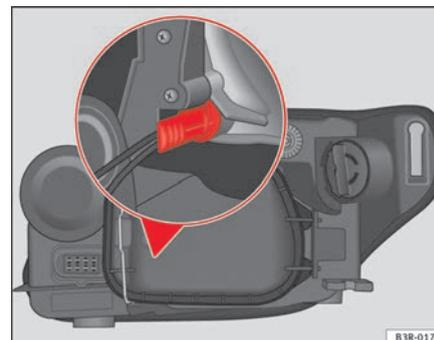

Fig. 198 Feux de position. Base du support d'ampoule en position verticale
- Introduisez l'ampoule dans la douille, en vous assurant que la base du support de l'ampoule soit contre la paroi en position verticale ⇒ page 271, fig. 198 et appuie sur celui-ci.